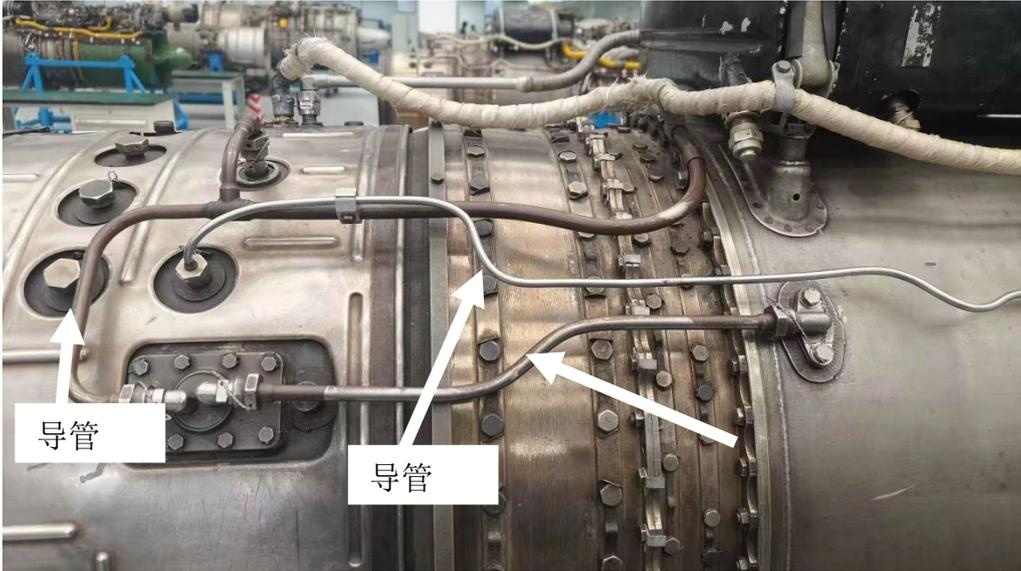

图 5 加力燃烧室右侧导管位置
<p>2. 拆卸发动机外部保险、导管及附件</p> <p>2.1 拆下加力燃烧室外部导管[1][2][3][4][5][6][7]的接头保险和连接保险，导管[5]右端为三联保险，其余 10 处为双联保险（见图 3、图 4、图 5）；拆下管夹①②③④和锁片，导管[4][6]上的管夹可以不取下（图 7、图 8）。</p> <p>2.2 拆下离心增压泵上的 3 处双联保险。（见图 6）</p> <p>警告：拆卸保险必须佩戴护目镜，做好防护，不要让保险丝飞溅。</p>